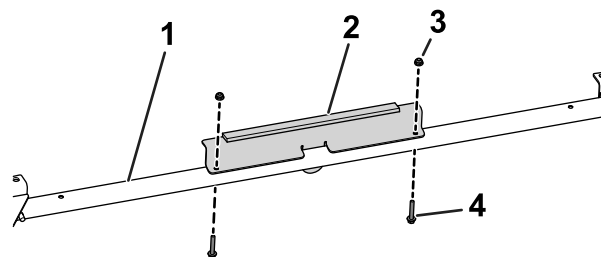

图31
10. 用2个六角头凸缘螺栓¼ x 1½ 英寸和2个螺母¼ 英寸将前支架固定到前交联上图31。